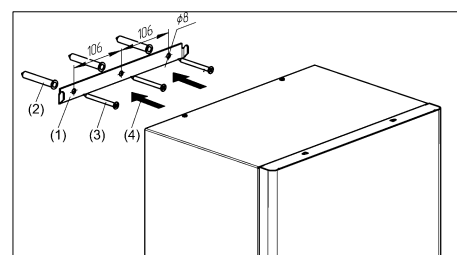

Рисунок 4. Установка прибора на вертикальное основание
(1) Проверьте прочность стены (вертикального основания) на которую планируется установка прибора. При необходимости выполните усиление стены. Выполните разметку отверстий в стене под крепление кронштейна (закладной) в соответствии с рис.4.